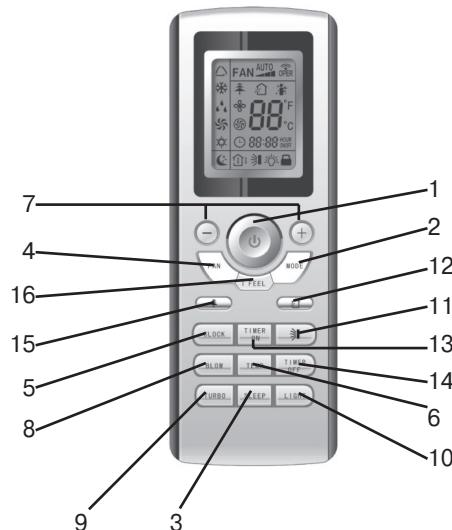

Рис. 7.1 Пульт управления
7.1 Кондиционер управляетсся при помощи инфракрасного беспроводного пульта с внутренними блоками настенного, кассетного и напольно-потолочного типов (см. п. 7.2 и 7.3, рис. 7.1 и 7.2).
Блок канального типа управляетсся при помощи проводного пульта управления (рис. 7.1)